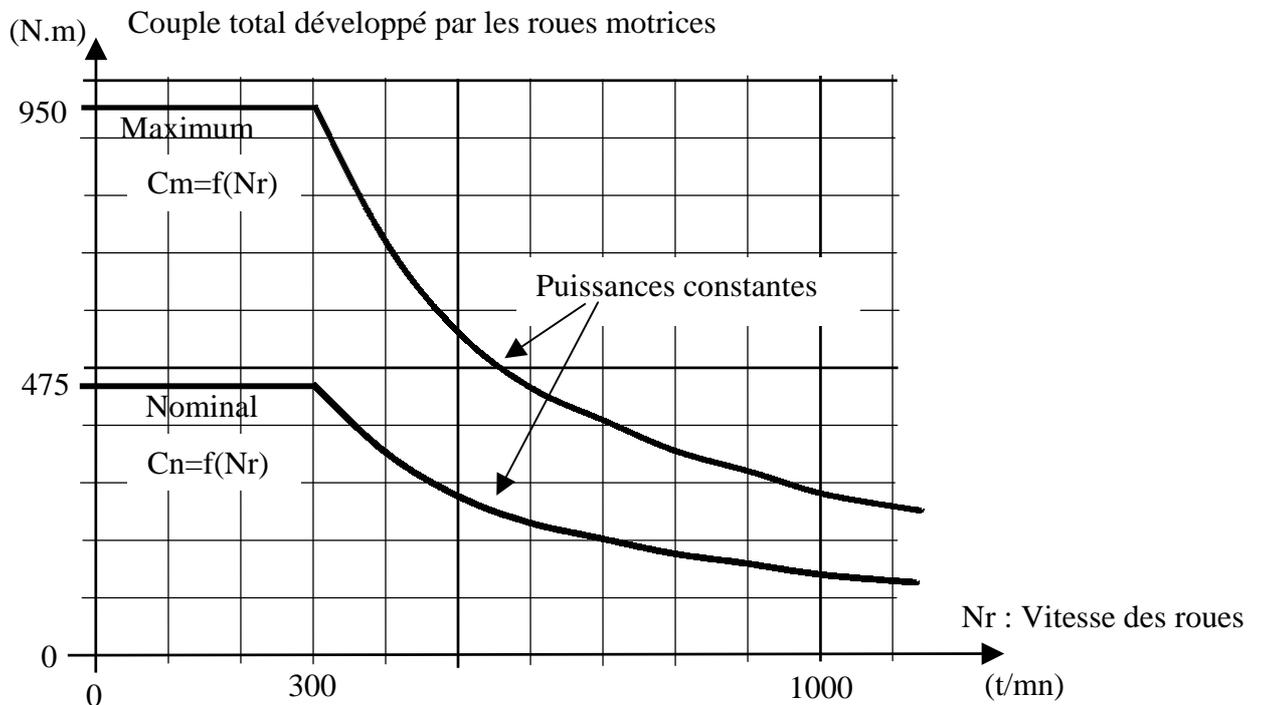

Figure A.1
- Les lois : couple maximal et couple nominal du moteur en fonction de la vitesse de rotation des roues sont données par la figure A.1.